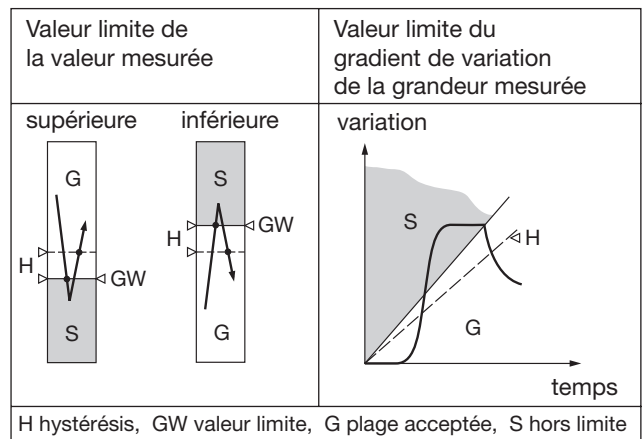

Fig. 3. Fonctions de commutation suivant type du détecteur de seuil.
– pour surveiller une valeur haute ou basse de la grandeur mesurée située entre - 10 et +110%² (voir Fig. 3, à gauche)
entre ± 1 et $\pm 50\%/s^2$ (voir Fig. 3, droite)